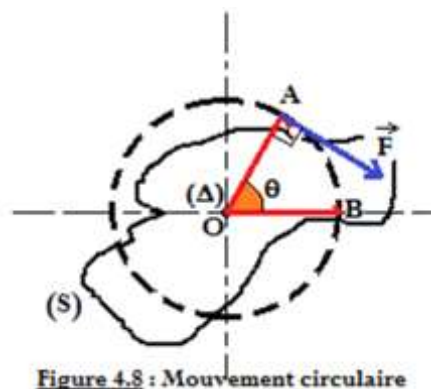

Figure 4.8 : Mouvement circulaire
Considérons un solide (S) mobile autour d'un axe fixe (Δ) perpendiculaire en O au plan de la figure 4.8.